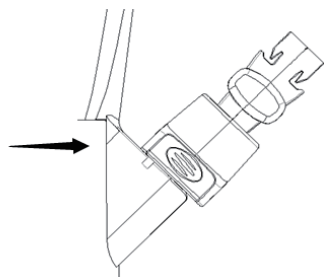

Figure 3
2. Insérez le dispositif à travers le capuchon d'étanchéité, alignez-le avec l'entrée du canal de l'endoscope et insérez-le lentement de manière rectiligne. Lorsque le dispositif et le fil de guidage entrent dans la position prédéterminée, le fil-guide peut être verrouillé dans la rainure de verrouillage et le fil-guide est verrouillé (voir Figure 3). Si nécessaire, insérez l'extrémité du fil-guide dans la pièce anti-glissement pour fixer le fil-guide.